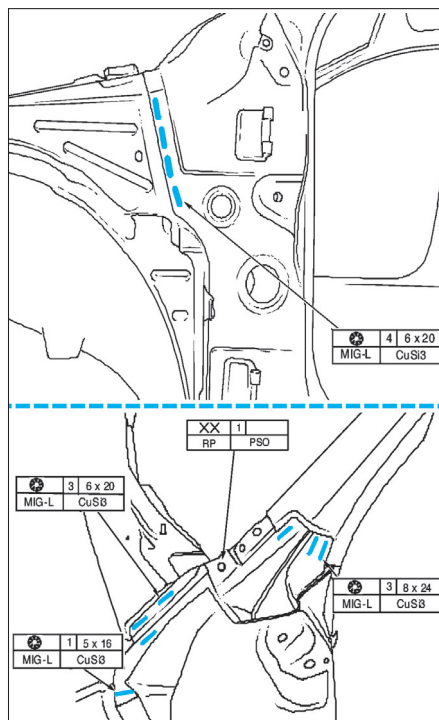

FIG. 45
- Effectuer les cordons et le point de soudure du montant A (fig. 45).